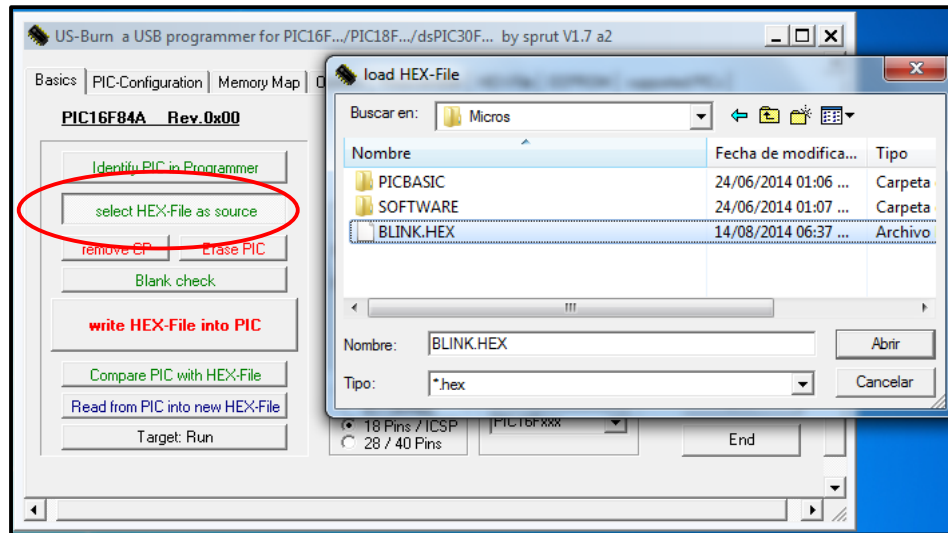

Figura 27. Selección del archivo ".HEX".
11. Haga clic en el botón **DETECT PROGRAMMER** ubicado en la parte izquierda de la pantalla. Al realizar ese paso debe de mostrarse una ventana igual a la de la *figura 27*.